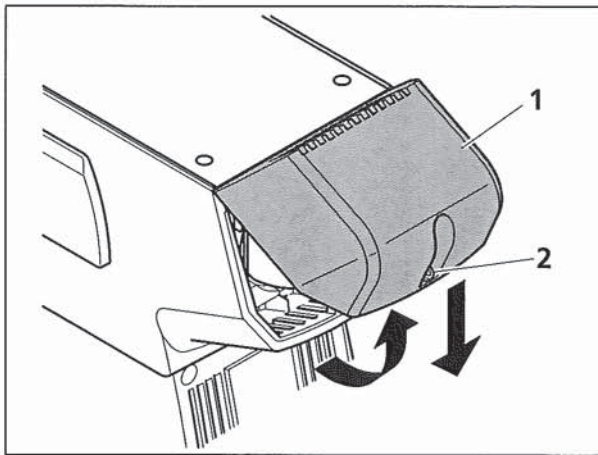

Bild 3-20 Abdeckung abnehmen
- Schraube (Bild 3-20/2) an der Abdeckung lösen.
- Abdeckung (Bild 3-20/1) leicht nach oben kippen und durch Drücken nach unten vom Stativ abnehmen.
- Abdeckung (Bild 3-20/1) leicht gekippt schräg von unten in die oberen Haltelemente des Stativs einsetzen, nach unten kippen und andrücken. Schraube (Bild 3-20/2) festziehen.